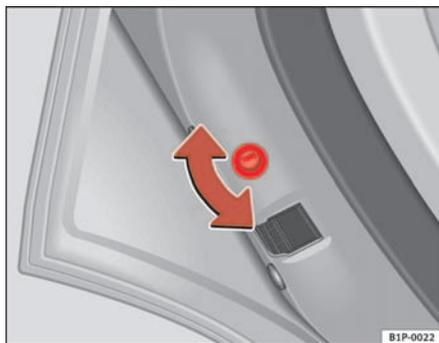
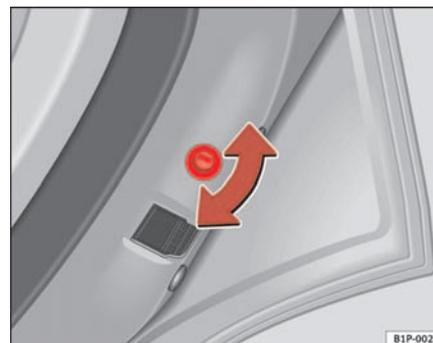

Fig. 61 Sécurité enfants de la porte gauche
Fig. 62 Sécurité enfants de la porte droite
- Lorsque la porte est ouverte, tournez la rainure avec la clé du véhicule dans le sens horaire pour les portes de gauche et dans le sens anti-horaire pour les portes de droite ⇒ fig. 61, ⇒ fig. 62.
- Lorsque la porte est ouverte, tournez la rainure avec la clé du véhicule dans le sens horaire pour les portes de droite et dans le sens anti-horaire pour les portes de gauche ⇒ page 99, fig. 61, ⇒ page 99, fig. 62.